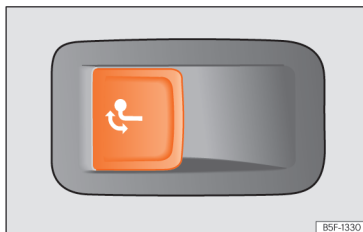

Fig. 201 Partea stângă a portbagajului: buton pentru deblocarea cârligului de remorcare.
- Trageți scurt butonul >>> fig. 201. Cârligul de remorcare se deblochează și se deplasează automat spre exterior. Lampa de control a butonului clipește.
- Trageți scurt butonul >>> fig. 201. Cârligul de remorcare se deblochează electric.
- Nu apăsați niciodată butonul >>> **fig. 201**, dacă la autovehicul este conectată o remorcă sau dacă un sistem de transport ori alte accesorii sunt montate pe cârligul de remorcă.